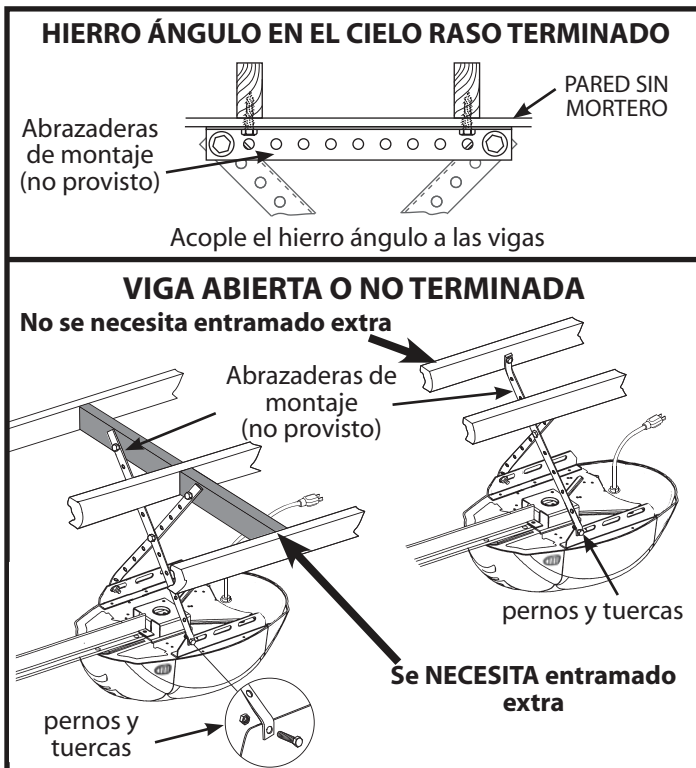

FIG. 2-6 Montaje de la caja de control
- En cielo rasos terminados, localice las viguetas o vigas de celosía usando un buscador de montantes o dispositivo similar. Acople el ángulo de hierro (no provisto) a las viguetas o vigas de celosía a través del material usando los pijas (provistas) (**Fig. 2-6**).
- En cielo rasos no terminados o abiertos, las abrazaderas se deben acoplar directamente a las viguetas o vigas de celosía. Dependiendo de la construcción del garaje, es posible que se requiera material adicional de montura (no provisto), el cual debe ser instalado de acuerdo a las técnicas de construcción apropiadas (**Fig. 2-6**).
- Acople las abrazaderas de montaje al cielo raso usando los pijas (**Fig. 2-6**).
- Ponga la caja de control a lo siguiente (**Fig. 2-6**):